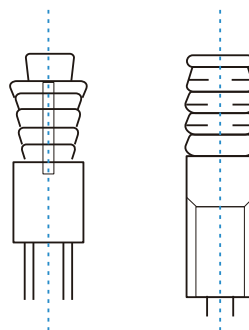

Figura 5
- Determine la ubicación en el techo de la habitación o el techo del edificio para el montaje y taladre cuatro agujeros de  $\text{Ø}12 \text{ mm} \times 50\text{-}55 \text{ mm}$ . A continuación, incruste y ajuste los anclajes de los ganchos de expansión (accesorio comprado 4) en estos agujeros. Vea la Figura 5.